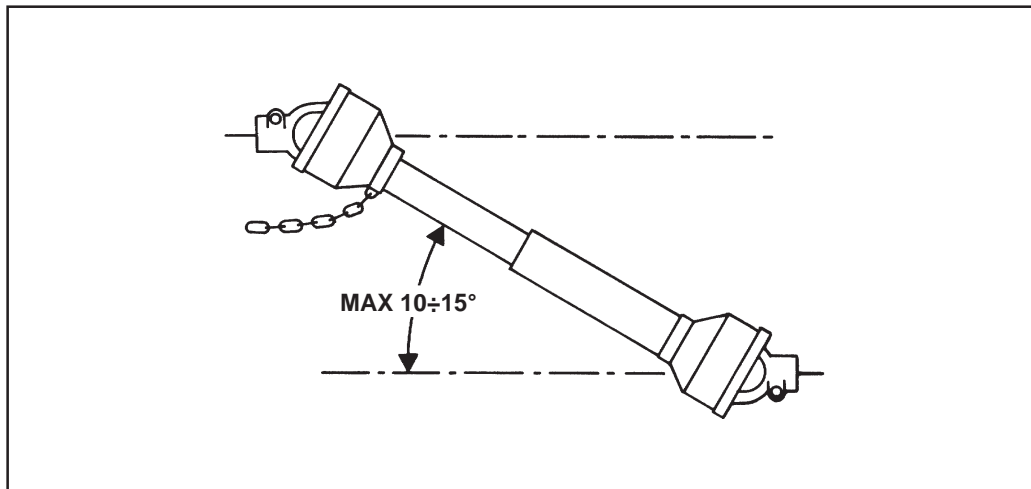

Fig. 6
- 39) Disinserire, sempre, la presa di forza quando l'albero cardanico fa un angolo troppo aperto (mai oltre i 10÷15 gradi - Fig. 6) e quando non viene usata.
- 39) *Always disengage the pto when the cardan shaft is set at an excessively open angle (never beyond 10÷15 degrees - Fig. 6) and when it is not in use.*
- 39) Die Zapfwelle immer ausschalten, wenn die Gelenkwelle einen zu großen Winkel einnimmt (nie über 10÷15 Grad - Abb. 6) und wenn sie nicht gebraucht wird.
- 39) *Débrayez toujours la prise de force quand l'angle de l'arbre à cardans est trop ouvert (jamais plus de 10÷15 degrés Fig. 6) et lorsque vous ne devez pas l'utiliser.*
- 39) Desactivar, siempre, la toma de fuerza cuando el árbol cardánico hace un ángulo demasiado abierto (nunca superar los 10÷15 grados - Fig. 6) y cuando no la usamos.